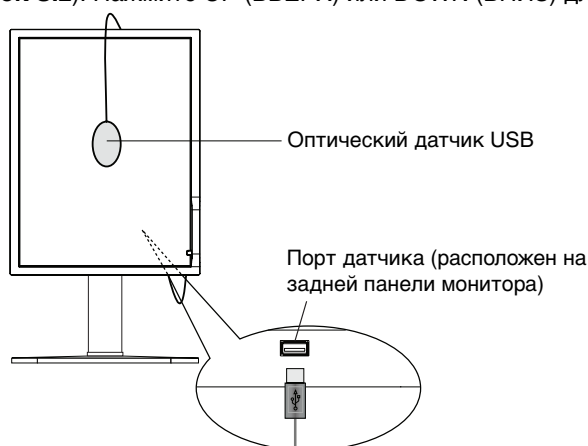

Рисунок S.1
1. Для того, чтобы показать меню CALIBRATION, вставьте оптический датчик USB в порт датчика (**Рисунок S.1**) или выберите в расширенном меню опцию STAND ALONE CALIBRATION (стр. 21).
6. Для выполнения данной процедуры необходимо поместить датчик USB цвета в центр экрана (**Рисунок S.4**). Наклоните панель дисплея примерно на 5° назад и поместите датчик USB в центре панели дисплея (**Рисунок S.1**).